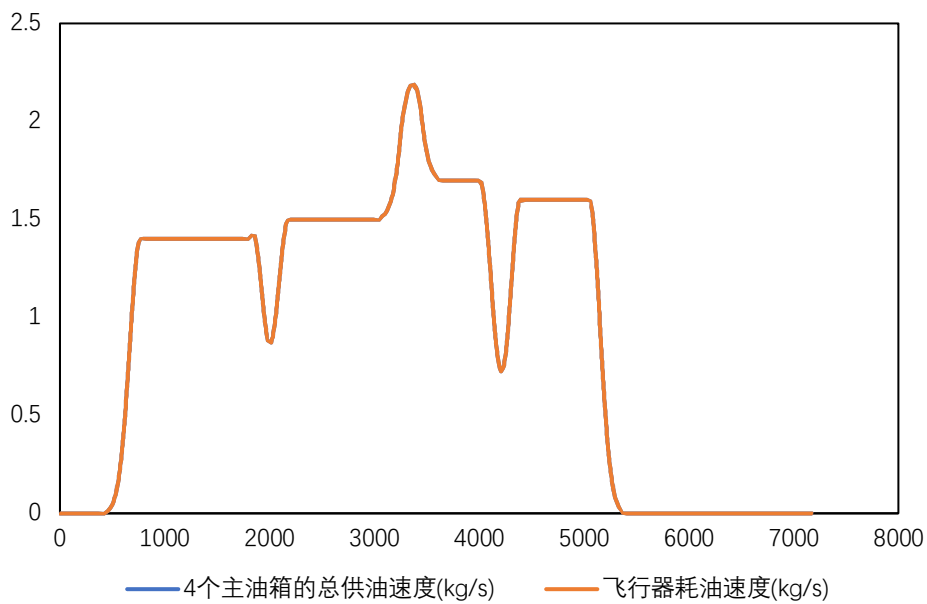

图 22：4 个主油箱的总供油曲线与计划耗油速度曲线对比图
为了验证 (3)，从图 22 中可以看出，飞行器的耗油速度曲线与 4 个主油箱的供油速度曲线完全重合，即飞行器能一直获得充足的油，我们的模型可靠性非常好。需要说明的是，算法中也兼顾了供油速度的平滑性。